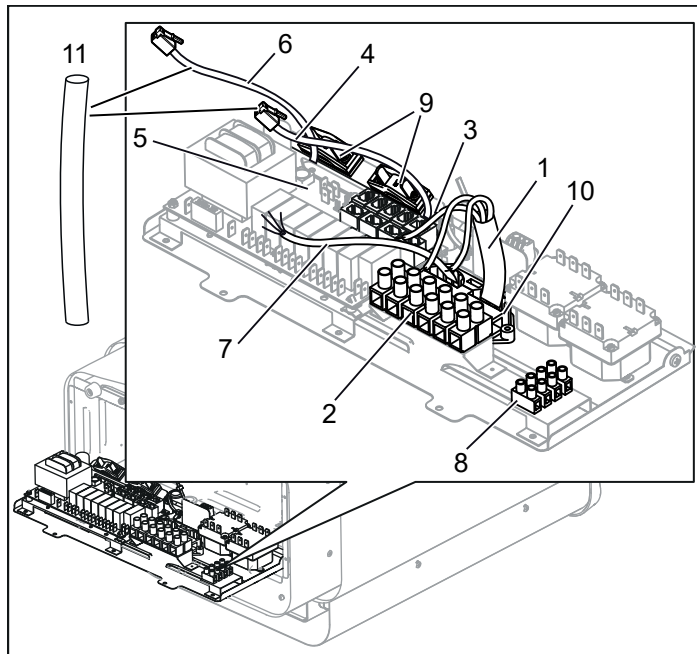
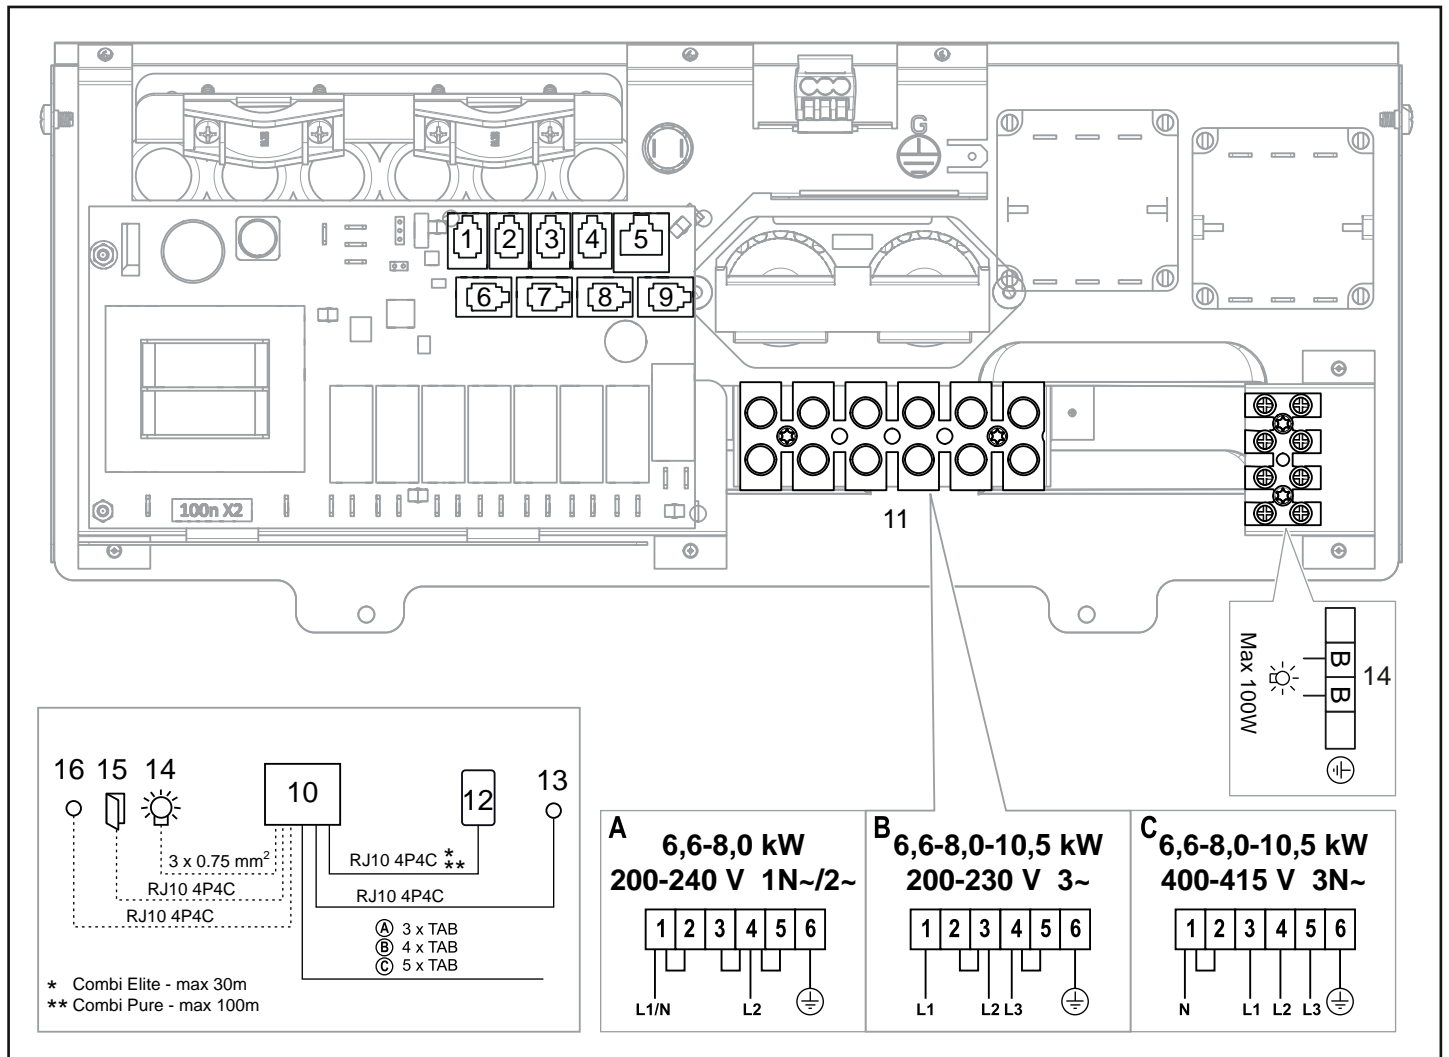

Рисунок 10: Монтажная плата
Рисунок 17: Схема соединений
- Подключите электрический кабель (1) к клемме (2) (см. Рисунок 10) согласно схеме соединений (см. раздел Подключение/Схема соединений, страница 39).
- Проведите кабель для панели управления и датчика температуры через проходные кабельные втулки (3). Подключите кабель панели управления (4) к одному из четырех контактов RS485 (позиции 6-9) (см. Рисунок 10) согласно схеме соединений (см. раздел Подключение/схема соединений).
- Combi Pure:** Подключите кабель датчика (6) к контакту NTC на монтажной плате (позиция 1) (5) согласно схеме соединений (см. раздел Подключение/схема соединений, страница 39).
- Подключите кабель освещения (если таковой имеется) (7), см. Рисунок 10, к клемме (8) согласно схеме соединений, Рисунок 17.